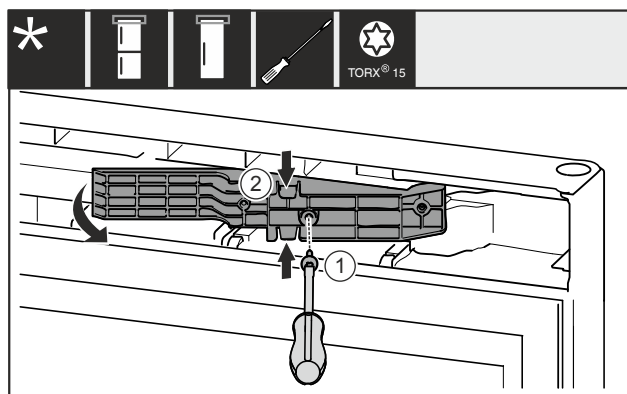

Fig. 13*
- Odstraňte šroub Fig. 13 (1)*
- Adaptér Fig. 13 (2) nahoře a dole mírně stlačte k sobě a vytáhněte.*